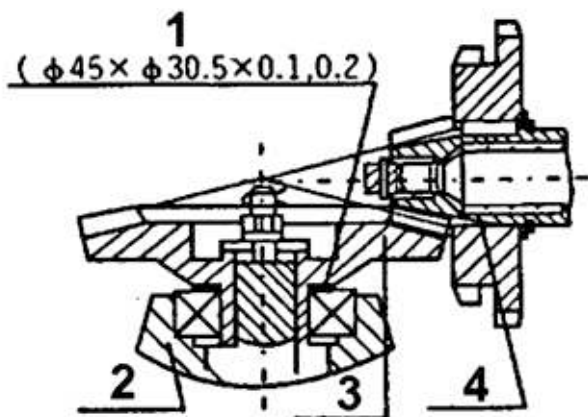

Рисунок 10.
1. Регулировка зазора сетки конической зубчатой передачи в картере трансмиссии (см. рисунок 10).